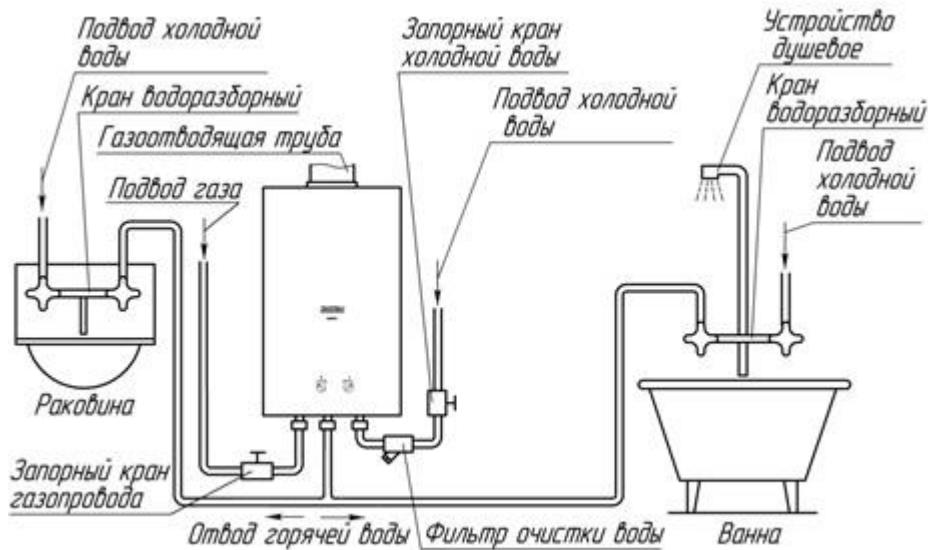

Рис. 5. Схема установки аппарата
7.1.10. Схема установки (подключения) аппарата приведена на рис.5 . Рекомендуется сначала подключить аппарат к водопроводной сети, заполнить систему аппарата водой, и затем подключить его к газовой сети.
7.3.1. Для увеличения срока службы аппарата и улучшения его эксплуатационных характеристик рекомендуется устанавливать перед аппаратом фильтр очистки воды (рис. 5).
7.3.2. Для облегчения последующего технического обслуживания необходимо установить перед аппаратом запорный кран на трубопроводе подвода холодной воды (рис. 5). Запорный кран должен быть легкодоступен.